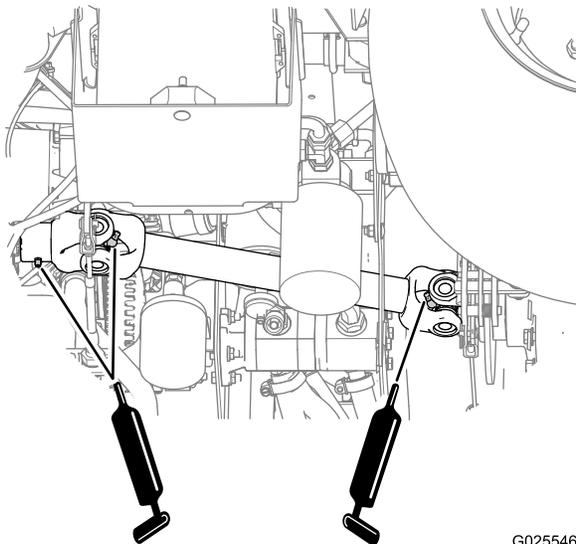

Figura 49
- **Articulaciones de cardán del árbol de transmisión (2);** consulte Figura 49
- **Horquilla deslizante (1);** consulte Figura 49